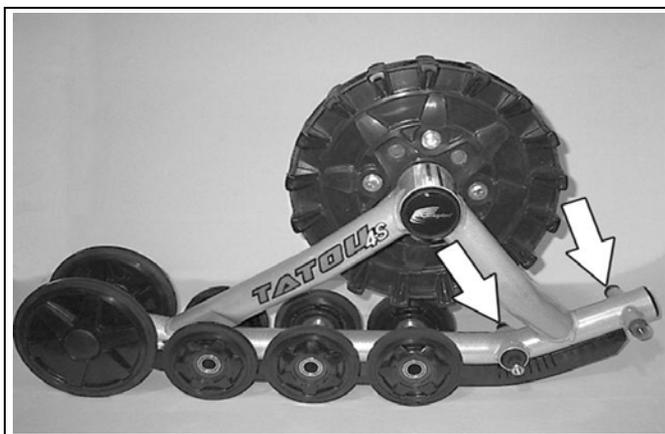

Figure 22
- Enlevez les deux roues de 202-mm vis-à-vis le tendeur de chenille (voir la Figure 22).